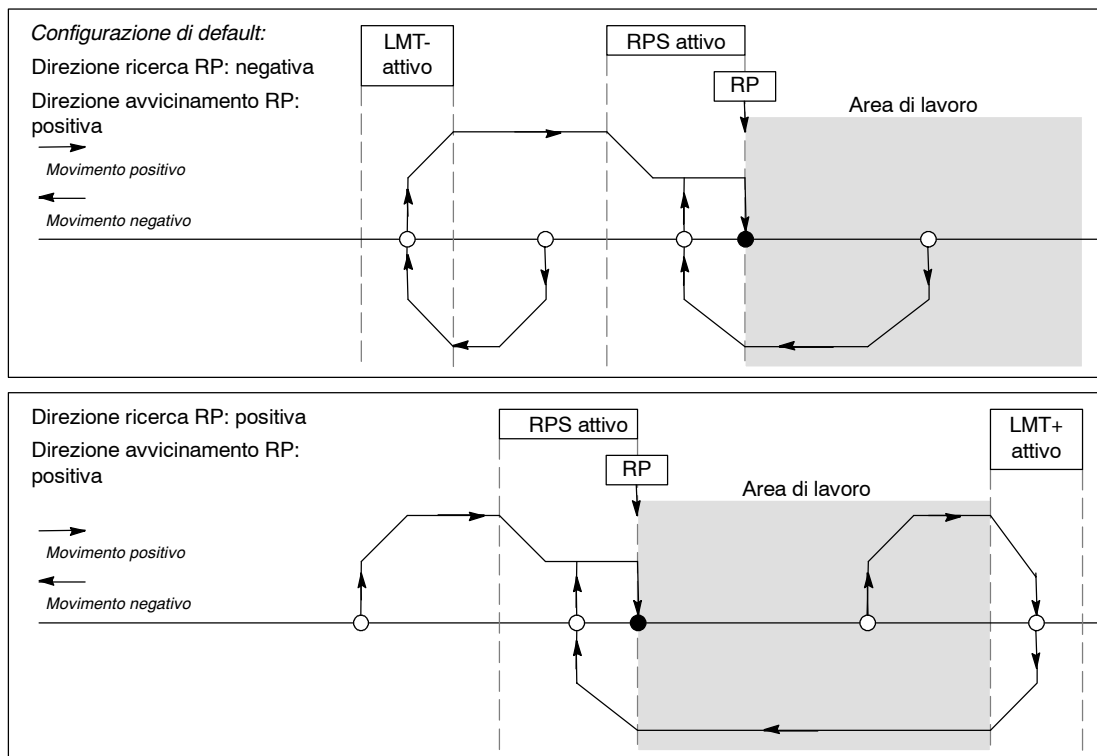

Figura 9-21 Modo 1 di ricerca dell'RP
- ☐ La figura 9-21 rappresenta due opzioni del modo 1 di ricerca dell'RP. Questo modo individua l'RP nel punto in cui l'ingresso RPS si attiva all'avvicinamento dal lato dell'area di lavoro.